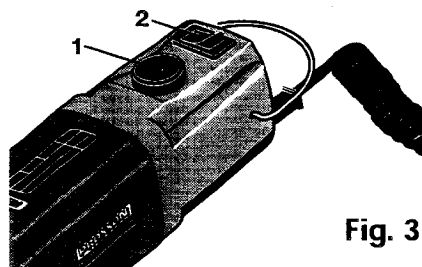

Fig. 3
1. Gerät am Schalter **2** (Fig. 3) einschalten und die der Arbeit entsprechende Drehzahl am Knopf **1** einstellen.
1. Switch drill on at switch **2** (Fig. 3) and select the appropriate speed at dial **1**.
1. Mettez en marche l'appareil en appuyant sur l'interrupteur 2 (fig. 3) et réglez la vitesse de rotation nécessaire à l'opération au moyen du bouton 1.